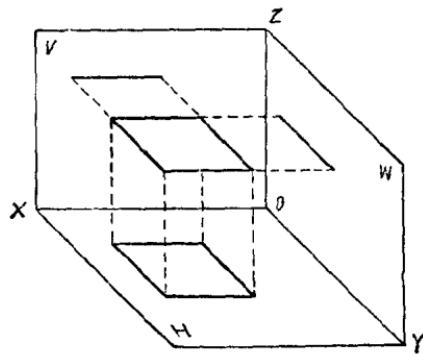

图 1-9
3. 一个几何形的面，在空间向各个投影面上的正投影，是由面和线来反映的。如图 1-9 是一个平行于底下投影面的平行四边形平面，在三个投影面上的投影。